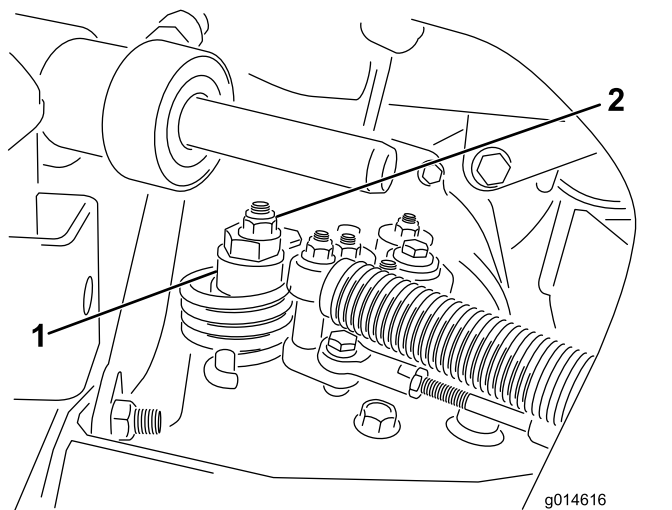

Figure 42
- A. Desserrez l'écrou de fixation de l'excentrique en haut de l'hydrostat (Figure 42).
- C. Tournez l'excentrique jusqu'à ce que la roue ne tourne plus dans aucune direction. Lorsque la route arrête de tourner, serrez l'écrou pour bloquer l'excentrique et le réglage (Figure 42). Vérifiez le réglage avec la commande d'accélérateur en position BAS RÉGIME, puis HAUT RÉGIME.